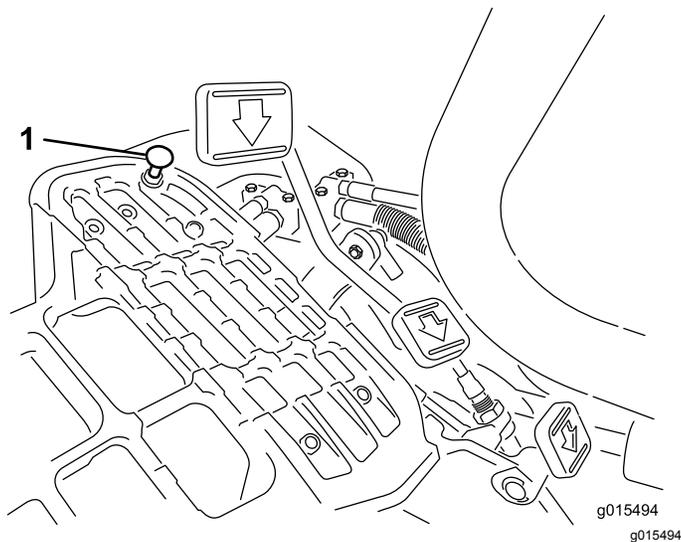

Рисунок 38
Для получения максимальной транспортной скорости переведите рычаг управления трансмиссией в положение ТРАНСПОРТИРОВКИ и нажмите на педаль управления тягой. Если педаль касается упора (Рисунок 38) до того, как на тросике начинает ощущаться натяжение, выполните следующую регулировку:
1. Переведите рычаг управления трансмиссией в положение ТРАНСПОРТИРОВКИ и ослабьте контргайку, которая крепит упор педали к полу (Рисунок 38).